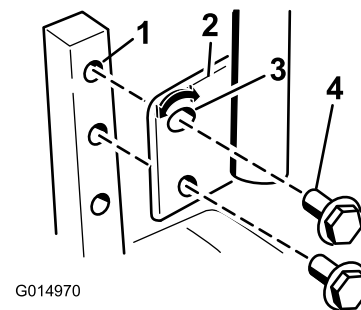

Bild 26
1. Entfernen Sie die beiden Schrauben, mit denen der Schalthebel am Schalthebelarm befestigt ist (Bild 26).
2. Setzen Sie den Schalthebel in die nächste Lochposition. Befestigen Sie den Hebel mit den zwei Schrauben (Bild 26).
- Lösen Sie die untere Schraube genug, um den Schalthebel nach vorne oder hinten zu drehen (Bild 26). Ziehen Sie beide Schrauben fest, um den Schalthebel in der neuen Stellung zu arretieren.